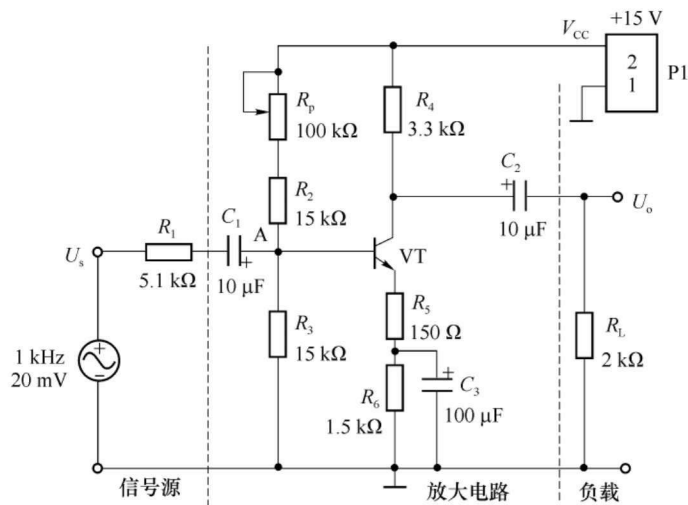

图 2-1 分压式偏置放大电路
分压式电流负反馈偏置放大电路是一种常用放大电路,利用分压式电流负反馈结构能稳定放大电路的静态工作点,电路原理图如图 2-1 所示。电路主要由三部分组成:信号源、放大电路和负载。
固定偏置电路的工作点设定后,往往受电源电压和环境温度等外界的影响而发生偏移,导致放大电路的输出波形产生饱和失真和截止失真。图 2-1 所示的分压式偏置放大电路可以在一定程度上防止这一现象的发生。该电路中 A 点通过  $R_p$ 、 $R_2$  和  $R_3$  分压后为前置放大管 VT 提供基极电压, $R_5$ 、 $R_6$  为直流电流负反馈电阻,通过电路本身的控制作用,稳定了静态工作点,保证三极管始终工作在放大状态。
(1) 参照电路原理图 2-1 核对元器件,如表 2-1 所列,如有缺少必须补足。
(2) 外观检查。要求元器件外观完整无损,引线无锈蚀和断脚等现象。